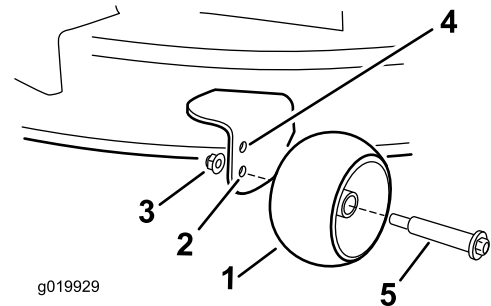

Bild 20
- Oberes Loch: Verwenden Sie diese Stellung mit dem Mähwerk in der Schnitthöheneinstellung 63 mm oder niedriger (Bild 20).
- Unteres Loch: Verwenden Sie diese Stellung mit dem Mähwerk in der Schnitthöheneinstellung 76 mm oder höher (Bild 20).